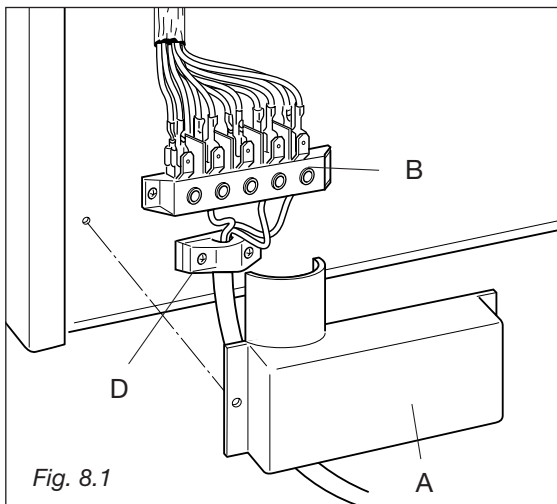

Fig. 8.1
- Dévissez les vis de fixation de la protection "A" située derrière la cuisinière (fig. 8.1).
- Placez le câble d'alimentation à travers du collier de serrage "D" (fig. 8.1).